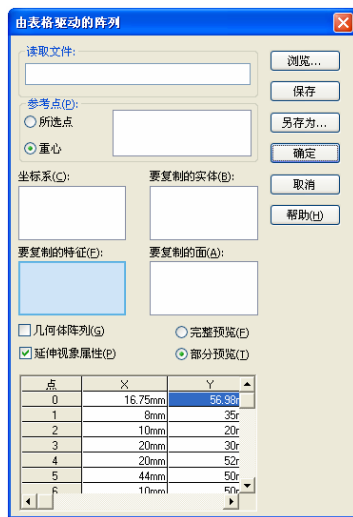

图 5-124 “由表格驱动的阵列”属性管理器
⑤ 执行表格驱动阵列命令。选择菜单栏中的“插入”→“阵列/镜向”→“表格驱动的阵列”命令，或者单击“特征”工具栏中的“表格驱动的阵列”图标，此时系统弹出如图 5-124 所示的“由表格驱动的阵列”属性管理器。